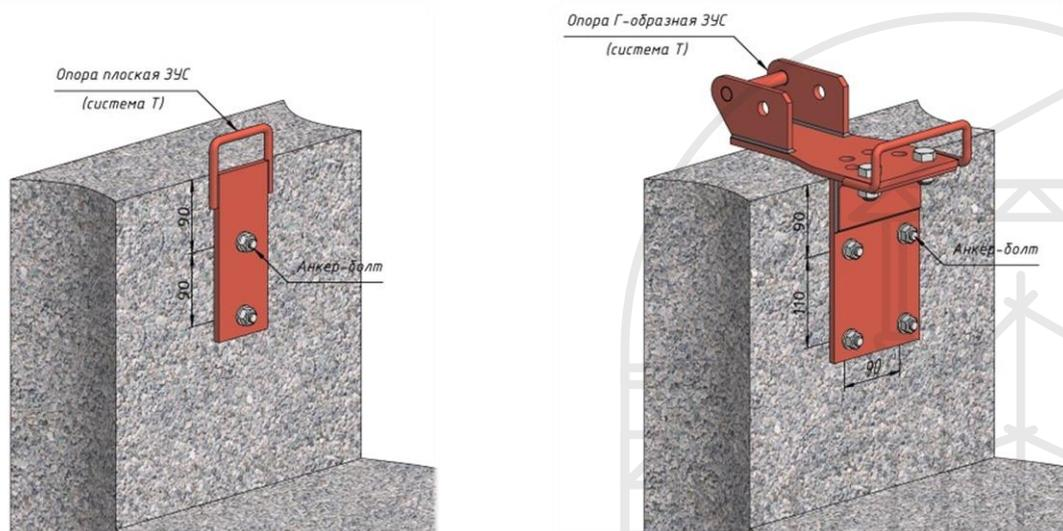

Рисунок 10
14. Разметка и сверление отверстий на парапете. Разметка мест установки опор на смежных этажах производится с использованием рулетки или метра складного, после чего перфоратором сверлятся отверстия на глубину 90 мм диаметром 12 мм. Далее устанавливают и закрепляют опоры на парапет с помощью анкерных болтов (рис. 10);